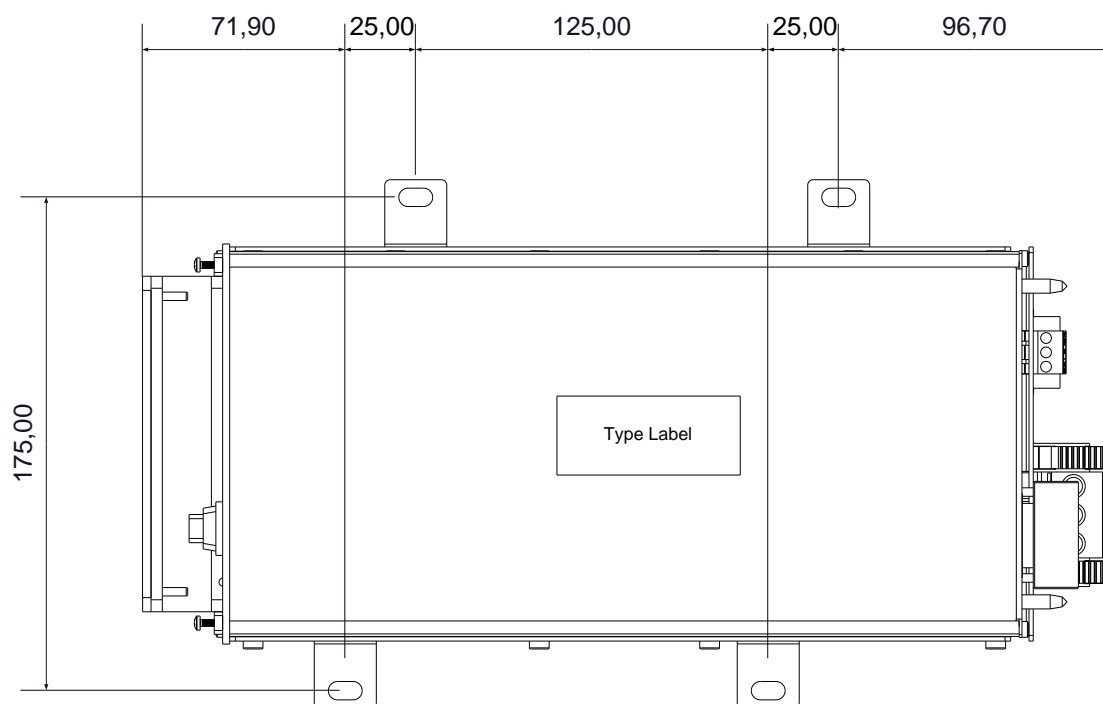

Рис. 4: Размерный чертеж вариантов PS 1000/115 016 и 017 для настенного монтажа
- Блок питания оснащен четырьмя точками крепления и может устанавливаться как в вертикальном, так и в горизонтальном положении. Точки крепления расположены на таком расстоянии друг от друга, чтобы блок питания на профильных шинах с перфорированной решеткой (25 мм) монтажной рамы помещался в электрошкаф NIMA, см. размерный чертеж Рис. 4.